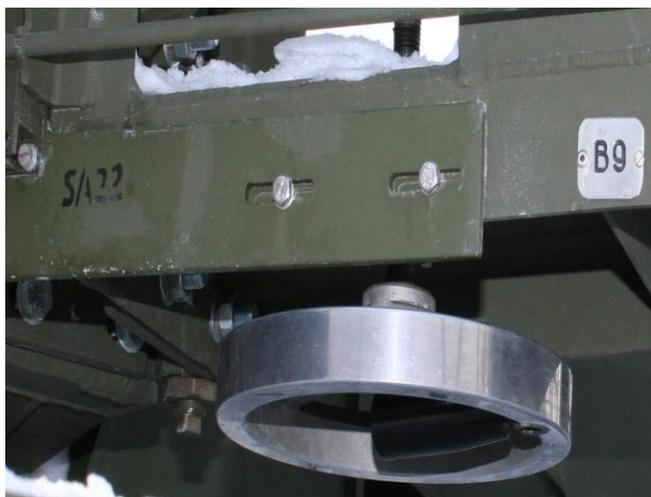

Рис. 2.10. Фиксация платформы и антенной решетки
6. После разворачивания платформы и АР 1-й и 2-й номера расчета с помощью штурвалов приводов замков средних секций производят их фиксацию (рис. 2.10).